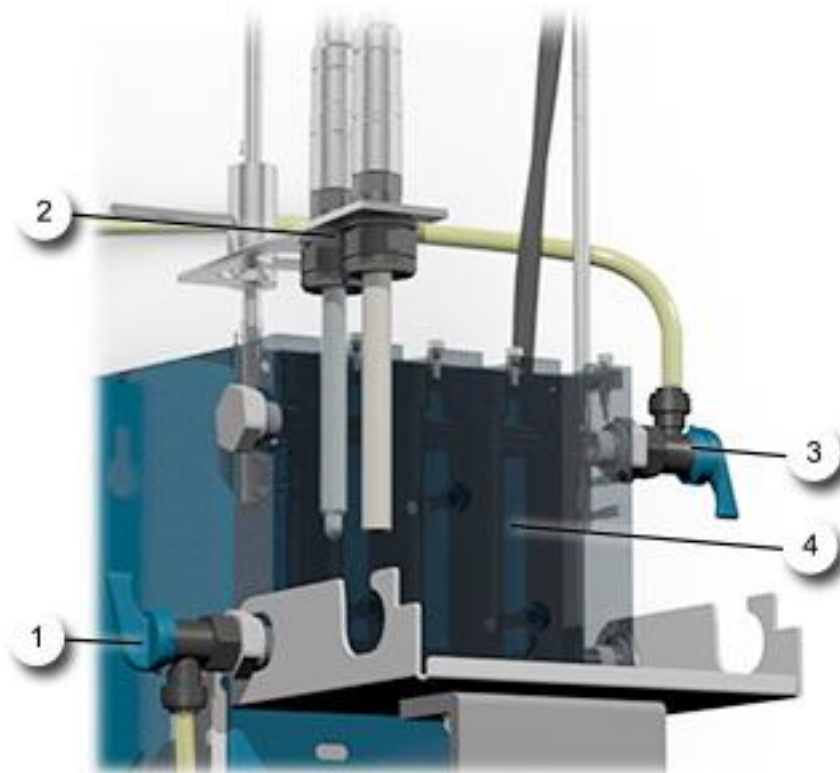

Abbildung 17: Geräteübersicht AquaMaster mit AquaScat WTM
2.	<p>Alle Sensoren aus dem Messzellenblock entfernen und in der Verriegelung positionieren (Abbildung 17, Position 2).</p> <hr/> <p> pH-Sonde und Leitfähigkeits-Sensor in Gefäss mit Wasser tauchen, damit diese vor dem Austrocknen geschützt sind. Dafür kein destilliertes Wasser sondern sauberes Leitungswasser verwenden.</p> <hr/>
3.	Schlauch bei Einlaufregulierhahn (Abbildung 17, Position 1) vom Messzellenblock entfernen, Einlaufregulierhahn öffnen und Messzellenblock in ein Gefäss leerlaufen lassen.
4.	Messzellenblock (Abbildung 17, Position 4) mit Flaschenputzer reinigen.
5.	Einlaufschlauch (Abbildung 17, Position 1) wieder einstecken.